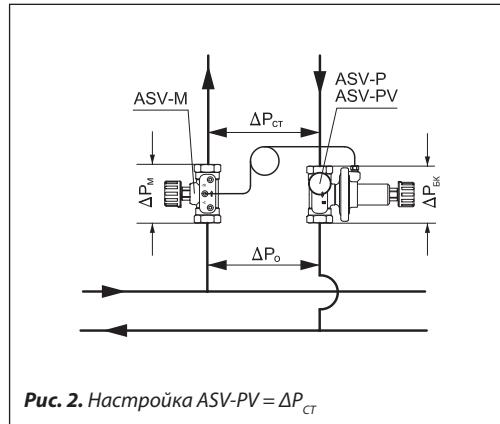

Рис. 2. Настройка ASV-PV = ΔP_{ct}
Клапан-партнер не входит в участок системы (рис. 2), на котором поддерживается требуемый перепад давлений, т. е. сопротивление клапана-партнера не учитывается в настройке регулятора ASV-PV. Применяется в том случае, когда ограничение расчетного расхода возможно на приборах внутри стояка (например, на радиаторах установлены клапаны с преднастройкой типа RA-N). Для данного решения вместе с регуляторами ASV-PV $D_y = 15-50$ мм следует использовать клапаны ASV-M, а вместе с клапанами $D_y = 65-100$ мм — клапаны MSV-F2. При этом импульсная трубка присоединяется к отверстию во фланце после клапана.
Совместное применение регуляторов ASV-PV (P) с клапаном-партнером ASV-BD позволяет производить оба варианта подключения импульсной трубы. При присоединении трубы к сайму ниппелю (открыт при поставке с завода-изготовителя) ASV-BD не входит в регулируемый участок (см. рис. 2). С его помощью возможно только измерение расхода. Для использования клапана ASV-BD внутри регулируемого кольца необходимо открыть ниппель «на входе» в клапан (красный). Это позволит выполнить измерение и ограничение расхода (рис. 3). Такие действия на клапане ASV-BD возможны в любой момент времени без остановки циркуляции и дренажа системы.